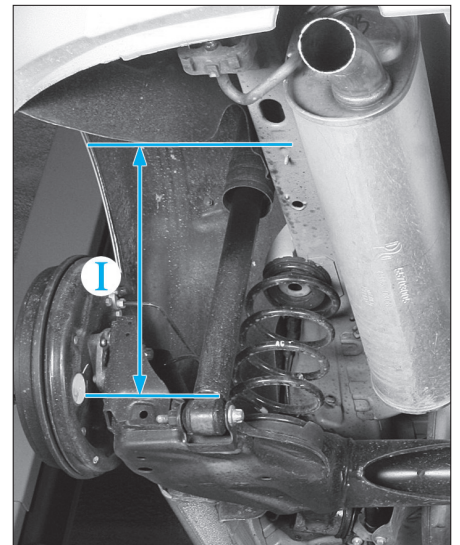

Fig. 27
- Si les supports d'essieu ont été déposés, il est nécessaire de régler la position de l'essieu afin d'éviter les contraintes. Pour cela, lever l'essieu jusqu'à obtenir la côte "I" de 146,5 mm +/- 10 mm entre le côté supérieur du logement de l'amortisseur sur l'essieu arrière et le cadre arrière sur le soubassement du véhicule (Fig.27).